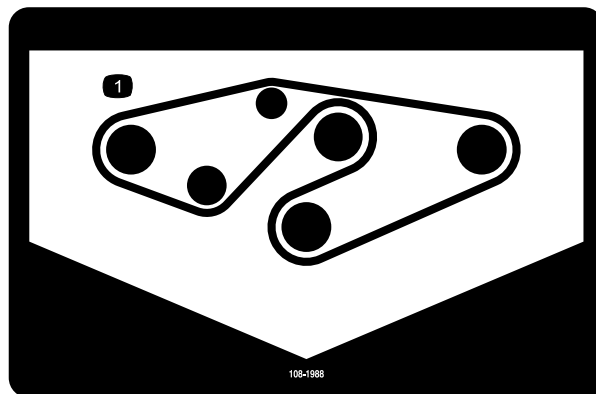

Figura 32
4. Pase la correa nueva alrededor de las poleas de los ejes y del conjunto de la polea tensora, según se muestra en Figura 32.